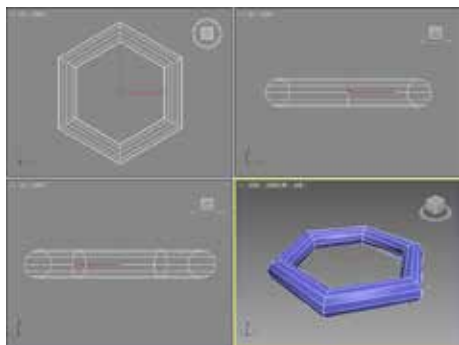

图 2-48 分段效果
STEP 03 在“参数”卷展栏中设置圆环的分段数为6，效果如图2-48所示。